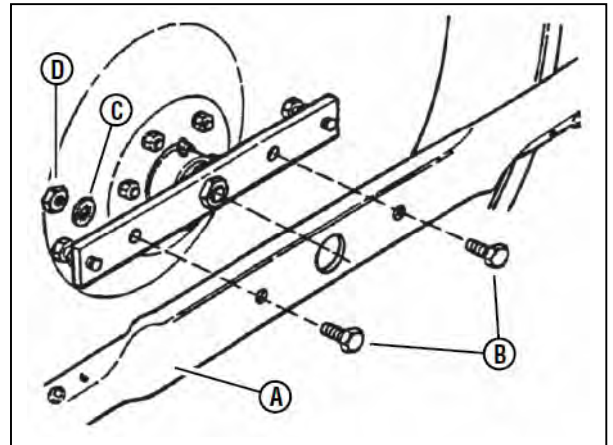

図 8-12 ブレードの取り外し
4. ボルト(図 8-12のB)ワッシャ(C)やナット(D)を取り外し、ブレード(A)を取り外します。